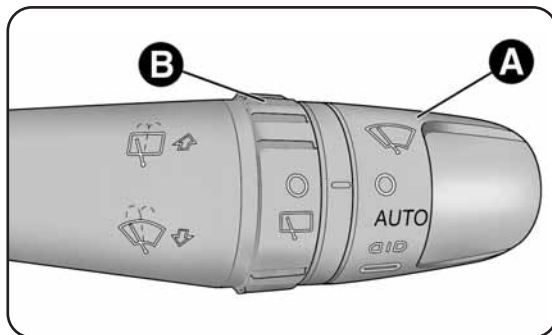

fig. 34
ESSUIE-GLACE/LAVE-GLACE fig. 34
Pour activer le capteur, tourner la bague A-Fig. 34 en position "automatique" (commande AUTO): on obtient ainsi la régulation de la fréquence des balayages de l'essuie-glace en fonction de la quantité d'eau sur le pare-brise. La variation de la fréquence prévoit: aucun balayage (absence de pluie - vitre sèche) et jusqu'à la 2^e vitesse continue (forte pluie - vitre mouillée).
Pour varier la sensibilité du capteur de pluie, tourner la bague A-Fig. 34.
- variation de la sensibilité (en tournant la bague A-Fig. 34 pour l'augmenter ou la réduire).
En tournant la bague B-fig. 34 de la position **O** à la position  on actionne l'essuie-lunette de la manière suivante: